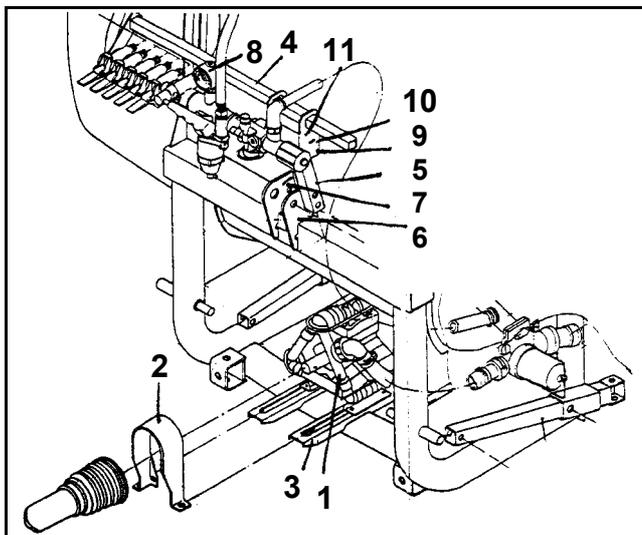

Fig. 7
- **S'il n'est pas possible d'obtenir les dimensions ci-dessus, déplacez en conséquence sur la console (Fig. 7/3), la pompe (Fig. 7/1) et la tôle protectrice de l'arbre à cardan (Fig. 7/3).**
En fonction du type de tracteur et de la portée d'atteinte du conducteur, la position du régulateur peut être adaptée grâce au support réglable (Fig. 7/ 4). Pour cela déplacez le support (Fig. 7/ 5) dans le trou oblong (Fig. 7/ 7) de l'éclisse de fixation du tirant supérieur d'attelage (Fig. 7/ 6) sur la distance requise.
La mise d'aplomb du régulateur (Le plan de repérage étant constitué par le manomètre - (Fig. 7/ 8) - fixé au support du régulateur - (Fig. 7/ 9)), s'effectue à l'aide du trou oblong (Fig. 7/ 10).
Le support du régulateur peut être vissé à volonté à droite ou à gauche de l'éclisse de fixation du tirant supérieur d'attelage (Fig. 7/ 6). Indépendamment de cela, le régulateur peut être déplacé sur le support en modifiant le point de fixation (Fig. 7/ 11).